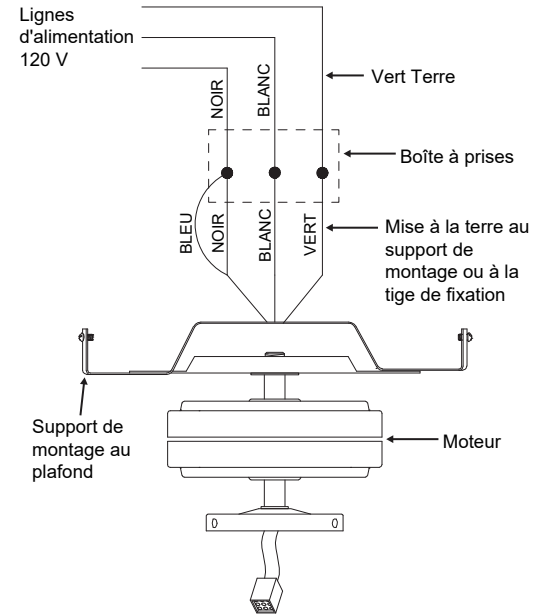

Fig. 7
Étape 1. Connectez le fil alimentation du ventilateur (noir+bleu) au fil d'alimentation noir du domicile (voir la Fig. 7).